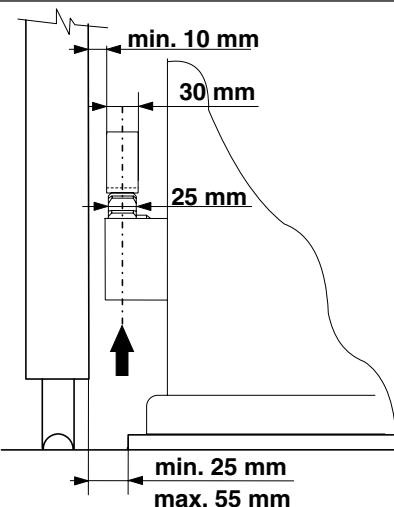

Fig. 5
Pour les cotes de positionnement, voir fig. 5.
- Ajuster la hauteur des pieds en maintenant soulevé le motoréducteur de la plaque de 1 cm et à une distance du portail comme indiqué fig. 5.
**Important:** Pour la fixation de la crémaillère sur le portail, il faut construire des supports adaptés au type de portail à motoriser. La fig. 10 montre un exemple de fixation par équerre support. Pour leur positionnement, voir fig. 5 et 9.